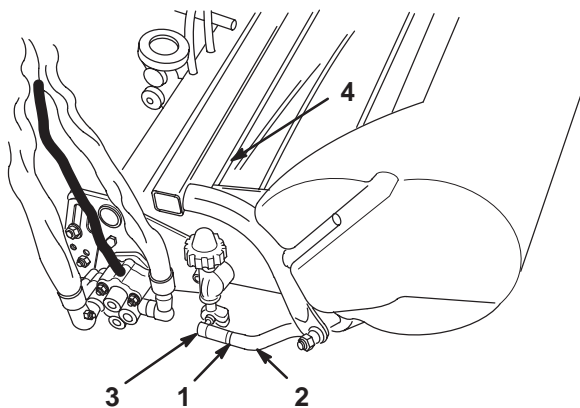

Figure 11
6. Montez les paniers sur les bâtis de traction, desserrez les contre-écrous des bras de traction et réglez les rotules pour obtenir un espace de 6,4 à 12,7 mm entre le bord du panier et les lames du cylindre (Fig. 11).
7. Alignez les boîtes des rotules de sorte que le côté ouvert soit centré vers la sphère. Serrez les contre-écrous pour fixer les boîtes de rotules en position (Fig. 11).